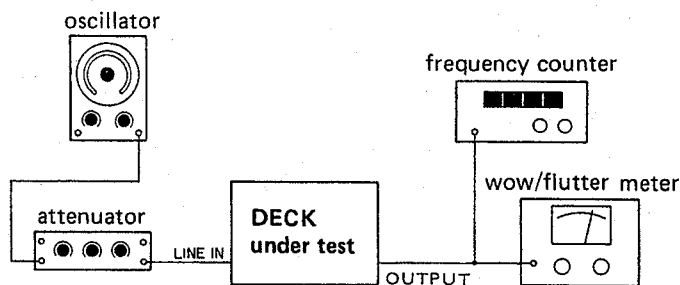

Fig. 5-11
1. Connect a frequency counter to either one of OUTPUT jacks. Fig. 5-11.
1. 周波数カウンタをOUTPUT ジャックに接続する (図5-11 参照)
1. Connect a wow and flutter meter to the deck as shown in Fig. 5-11.
1. 図5-11のようにワウ・フラッタ・メータをデッキに接続する。